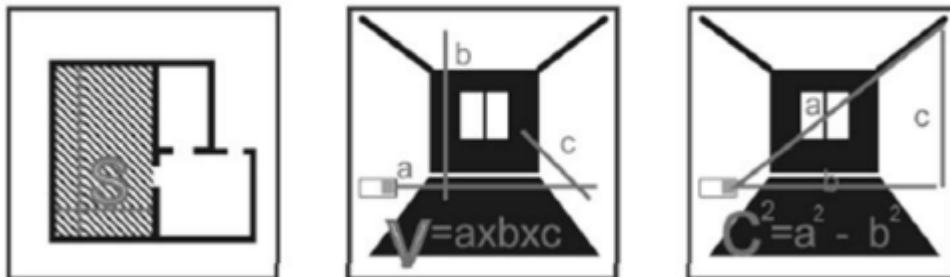

Рис. 4
Нажмите на кнопку переключения функций (9), чтобы изменить функции измерения (рис. 4 и 5); выберите соответствующую функцию и начните измерение.